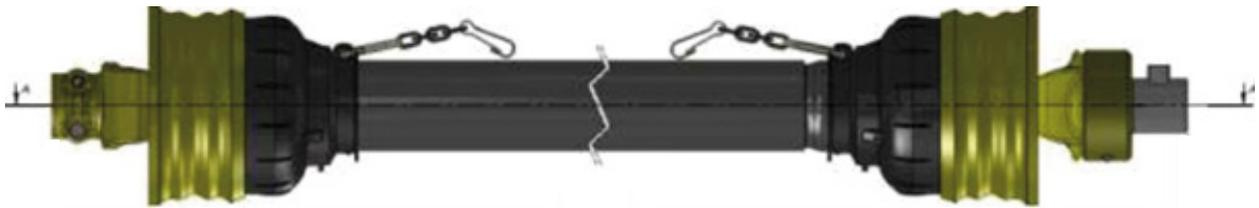

Figura 7- Eje cardan de la TDF
- Segundo; mida la distancia entre los pernos que fijan el eje a cada lado (Ver Figura 7). Tome nota de este valor L.